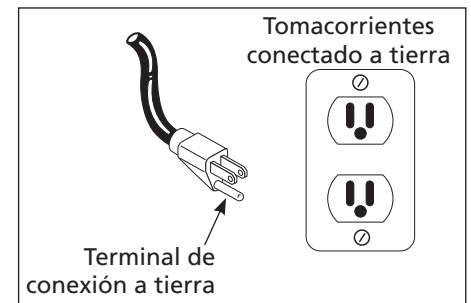

Figura 7 - Método de conexión a tierra
3. Este producto está diseñado para circuitos nominales de 120 voltios y tiene un enchufe para conexión a tierra similar al de la Figura 7. Cerciórese de conectarlo a un tomacorrientes cuya configuración sea similar a la del enchufe. Este producto se debe conectar a tierra. En caso de que ocurra un cortocircuito, ésto evitaría el riesgo de choque eléctrico al ofrecerle un cable de desvío a la corriente eléctrica. Este producto tiene un cordón con un alambre y terminal de conexión a tierra. Debe conectarlo a un tomacorrientes que esté instalado adecuadamente según los códigos y ordenanzas locales.